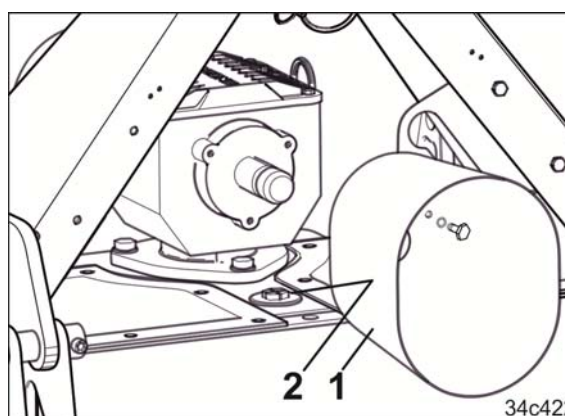

Fig. 180
2. Deșurubați oala de protecție (Fig. 180/1).
3. Deschideți dopul de etanșare (Fig. 180/2).